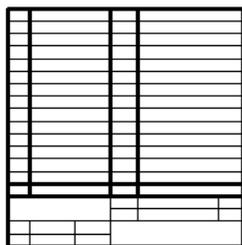

图 17.8.61 合并单元格
(4) 合并单元格。选中要合并的单元格，右击，系统弹出快捷菜单，选择 **合并** 下的命令，合并单元格后如图 17.8.61 所示。
(5) 将图层切换至“轮廓线层”图层。
(6) 用 **绘图(D)** → **直线(L)** 命令，在相应的边线位置绘制直线。结果如图 17.8.61 所示。
(7) 将图层切换至“尺寸线层”图层。